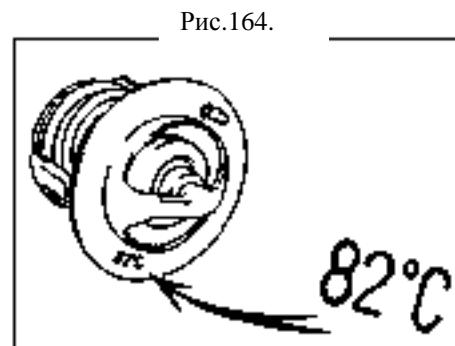

Рис.164.
1. Регулятор температуры (рис.164).